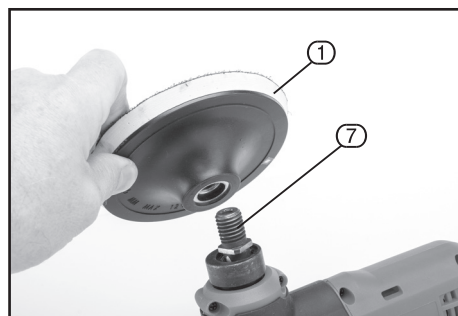

FIG.3
8.2 FITTING THE BACKING PAD - FIGS. 3 - 4